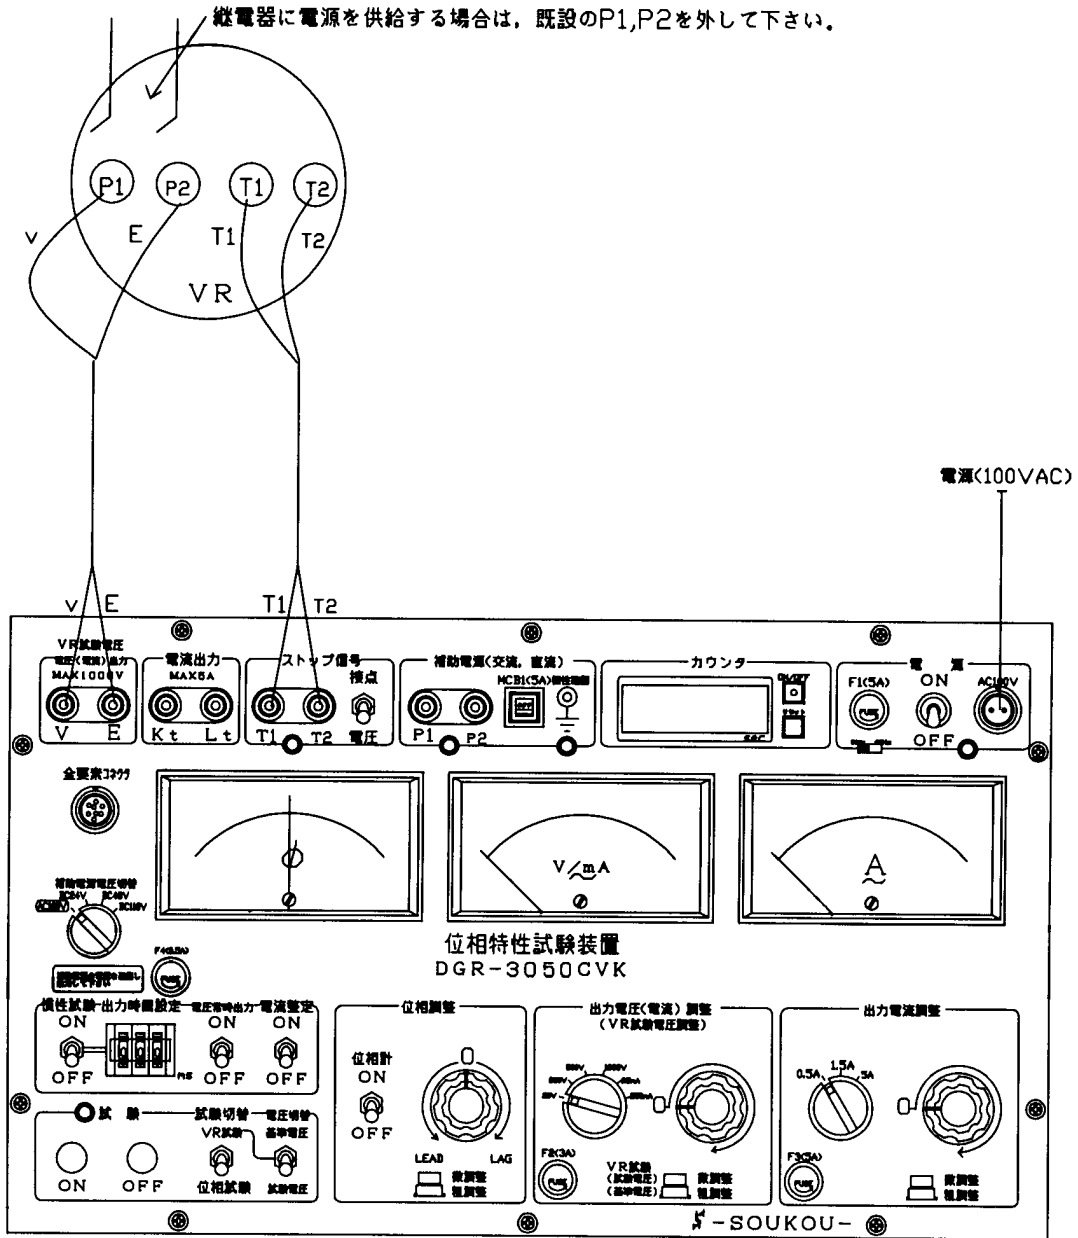

図3：VR試験回路図（停電状態，継電器単体）
2 . 試験回路 ( 図 3 ) を構成します。
2. 試験回路(図3)を構成します。